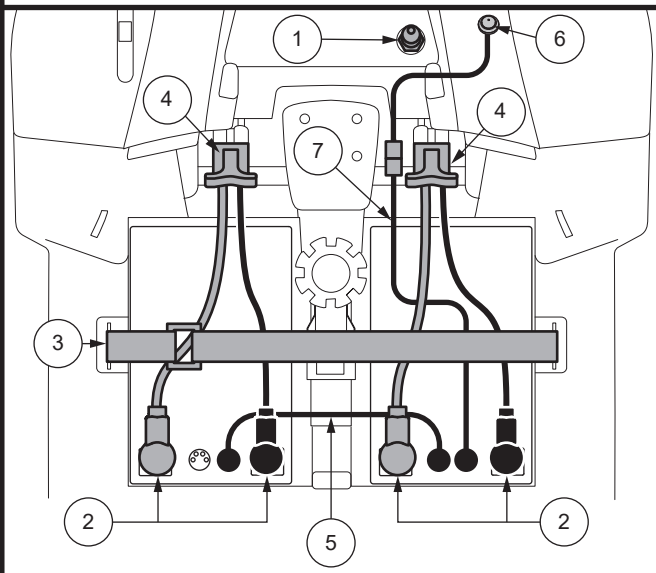

Figura 12. Remoción de la batería / Instalación de Terminales y Conexiones
7. Coloque una nueva batería en cada espacio destinado a las baterías. Las terminales de la batería deben mirar en sentido contrario al asiento, con las terminales positivas (+) y negativas (-) posicionadas tal como se indica en la **figura 12**.
¡ADVERTENCIA! Cuando se enfrente a una situación de emergencia, las baterías se pueden desconectar rápidamente tirando hacia ADELANTE de la correa de desconexión de emergencia de la batería. Con precaución. Tenga en cuenta que apagar el scooter puede hacer que se detenga abruptamente. Para liberar la parada de emergencia y restaurar la capacidad de conducción del scooter, retire el asiento y la cubierta de la batería y vuelva a conectar el conector de la batería como se muestra en la Figura 12.
NOTA: Si está equipado, asegúrese de que el interruptor de desconexión de la batería esté en la posición "encendido" (-) antes de cargar su batería del vehículo. La batería NO se cargará si el interruptor de desconexión de la batería está en la posición "apagado" (O). Ver figura 12.
¡ADVERTENCIA! Cuando se enfrenta a una situación de emergencia, las baterías se pueden desconectar rápidamente presionando el interruptor de desconexión de la batería en la posición "apagado", lo que hará que el botón salte. Con precaución. Tenga en cuenta que apagar el scooter puede provocar que se detenga abruptamente. Para liberar la parada de emergencia y restaurar la capacidad de conducción del scooter, presione el botón de desconexión de la batería una vez más, presionándolo hacia abajo hasta la posición "encendido". Ver figura 12.